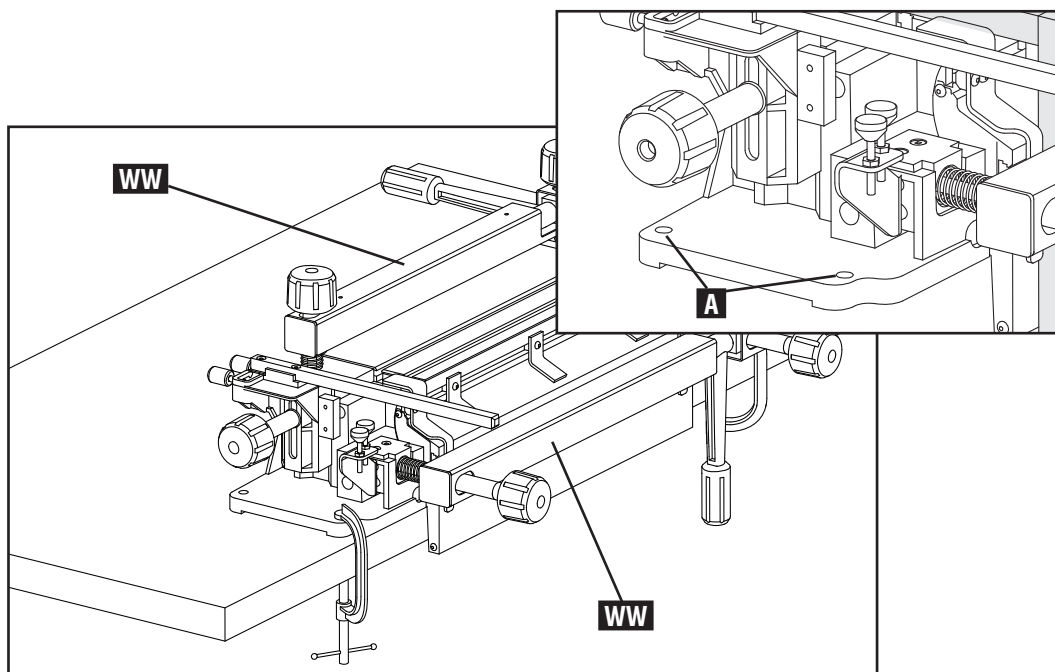

Fig. C1
L'embase du système OMNIJIG® est conçue de sorte qu'elle puisse être fixée solidement sur le bord d'un établi robuste (comme indiqué à la fig. C1) ou boulonnée à la table par les trous pratiqués (A), fig. C1, dans l'embase. Le système OMNIJIG® doit être solidement fixé au moyen de l'une de ces méthodes, en tout temps.
REMARQUE : saisir les barres de montages (WW) fig. C1, de la pièce pour une meilleure stabilité lors du transport du gabarit.